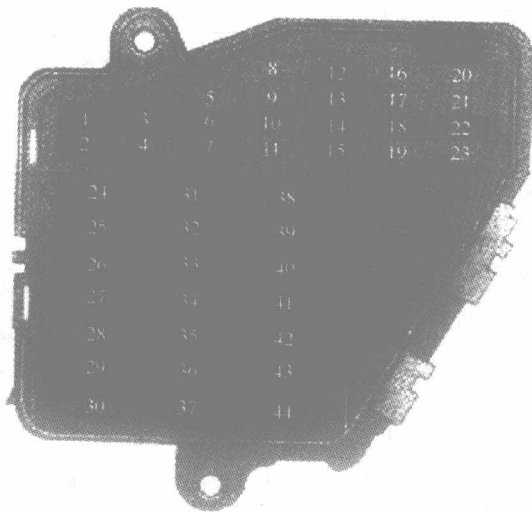

图 1-12 奥迪 A4 轿车熔断器位置排列
1) 奥迪 A4 轿车仪表板驾驶员一侧的熔断器的位置排列如图 1-12 所示，其相关的说明如表 1-8 所示。